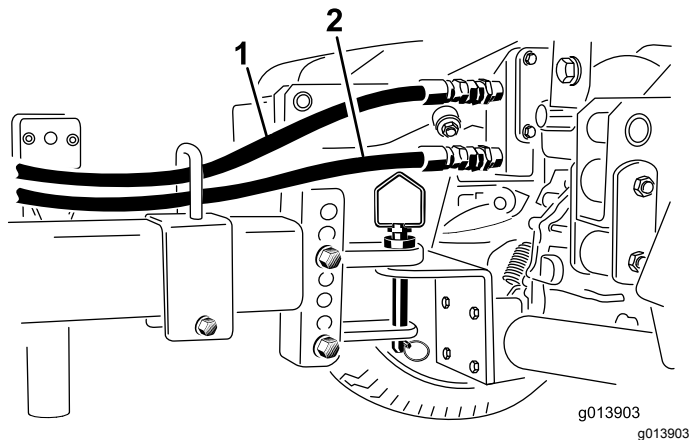

Figura 28
3. Ligue a união de desligação rápida do tubo de retorno (o tubo com o autocolante com seta colado) na união de desligação rápida superior do veículo (Figura 28).
4. Ligue a união de desligação rápida do tubo de pressão na união de desligação rápida inferior do veículo (Figura 28).